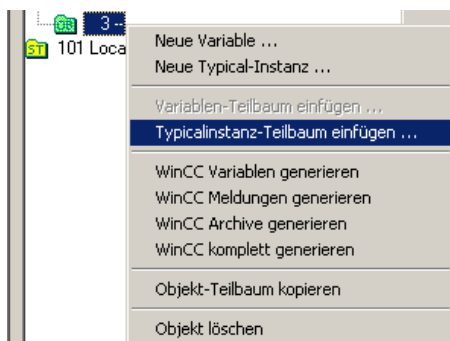

Bild 4-54 Einfügen einer Typicalinstanz
3. Selektieren Sie die gewünschte Dekodierung mit der rechten Maustaste, öffnen das Auswahlmenü und selektieren die Option *Typicalinstanz-Teilbaum einfügen* (siehe Bild 4-54).